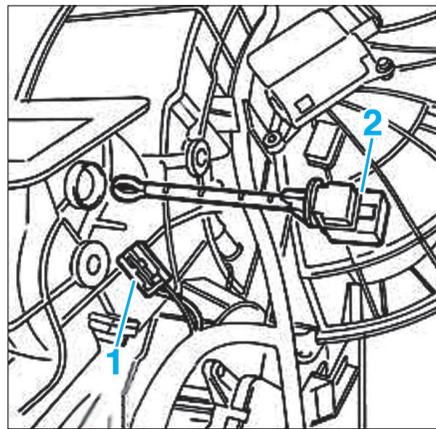

FIG. 28
- Débrancher le connecteur (1) (Fig.28).
- Dévisser la sonde (2) de température.